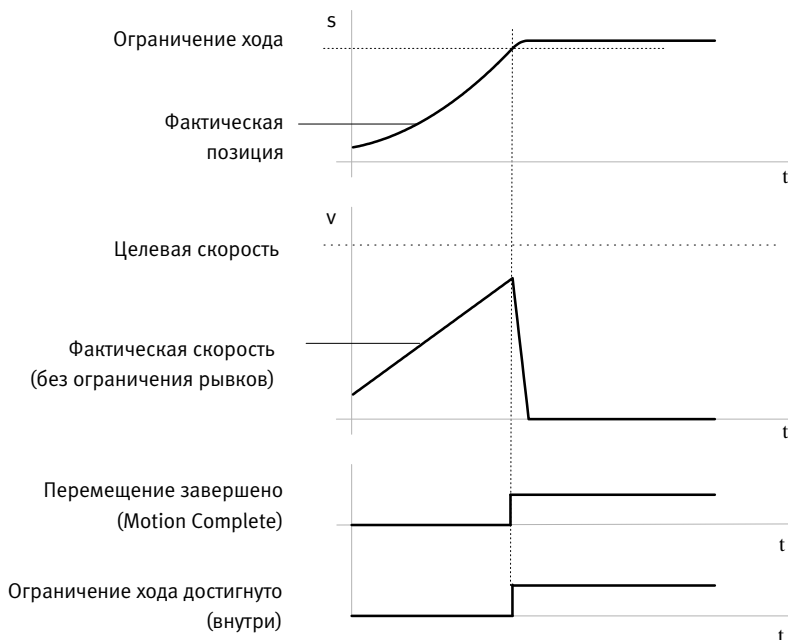

Fig. 2.8 Режим скорости с ограничением хода (сначала достигнуто ограничение хода)
– Сначала достигнуто ограничение хода (пример → Fig. 2.8)	Выдается сигнал “Ограничение хода достигнуто”. Привод затормаживается с параметризованной задержкой Quick Stop. Хотя целевая скорость еще не достигнута, задается сигнал Motion Complete. Управляемый режим: Привод остается в целевой позиции и с настроенным током удержания удерживается в позиции. Регулируемый режим: Привод остается регулируемым по положению в целевой позиции.